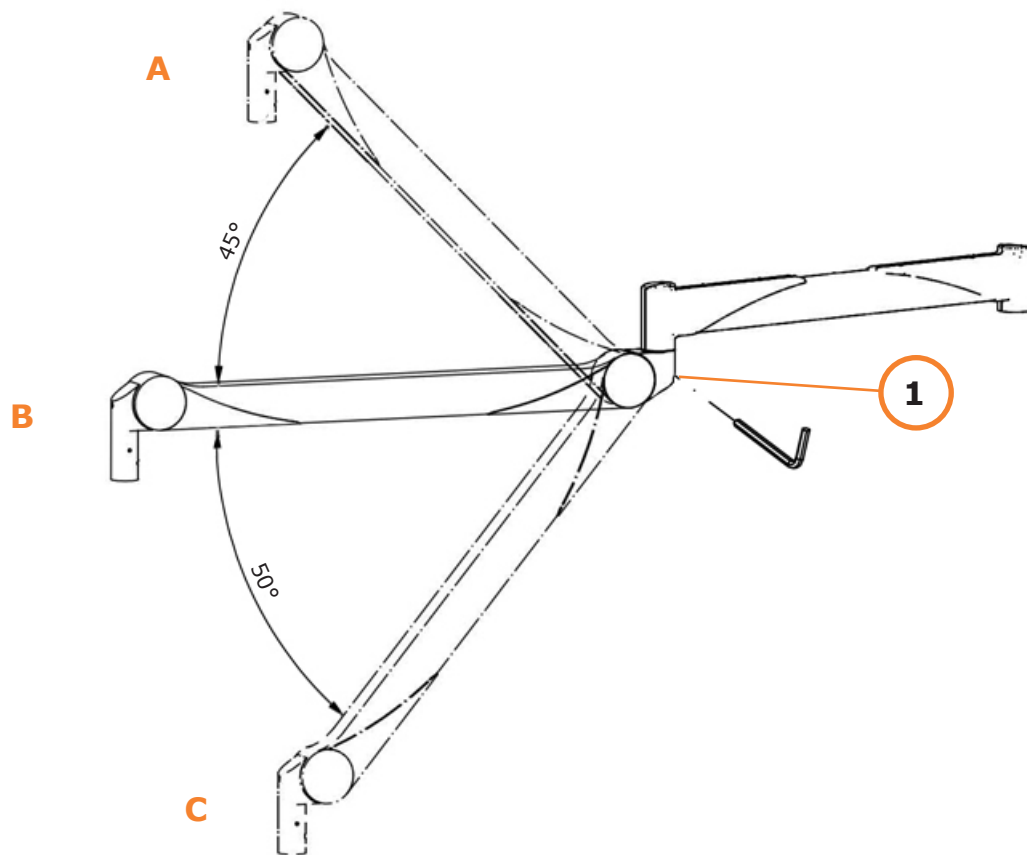
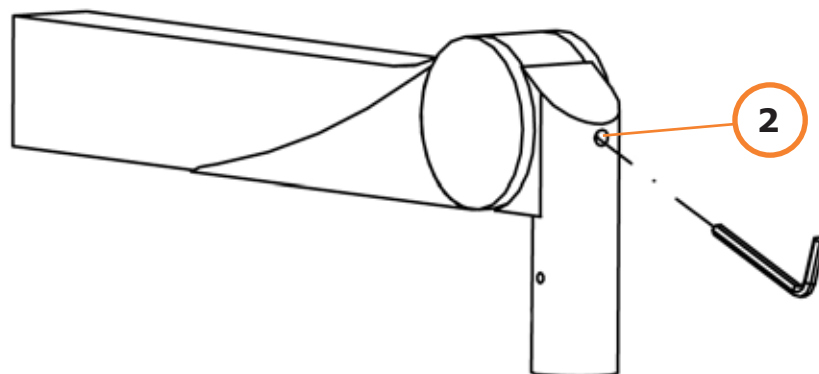

Abb. 29
Abb. 30
- 10.3.1 Führen Sie hierzu einen 5 mm Sechskant-Schraubendreher in den Gewichtsanzpassungsschlitz am hinteren Ende des Federarms (Auslegerarm/Federarm-Gelenk, 1/Abb. 29) ein. Drehen Sie den Schraubenschlüssel entweder nach links (gegen den Uhrzeigersinn) oder nach rechts (im Uhrzeigersinn), um das Gewicht anzupassen.
- 10.4.1 Der Federarmteil des Portegra2-Trägerarms kann um 50° nach unten und um 45° nach oben verstellt werden (Abb. 29). Die obere Bewegung des Federarms kann durch Anpassen der Armfeder am oberen vertikalen Anpassungsschlitz für jedem Punkt zwischen 0° und 45° beschränkt werden (2/Abb. 30).